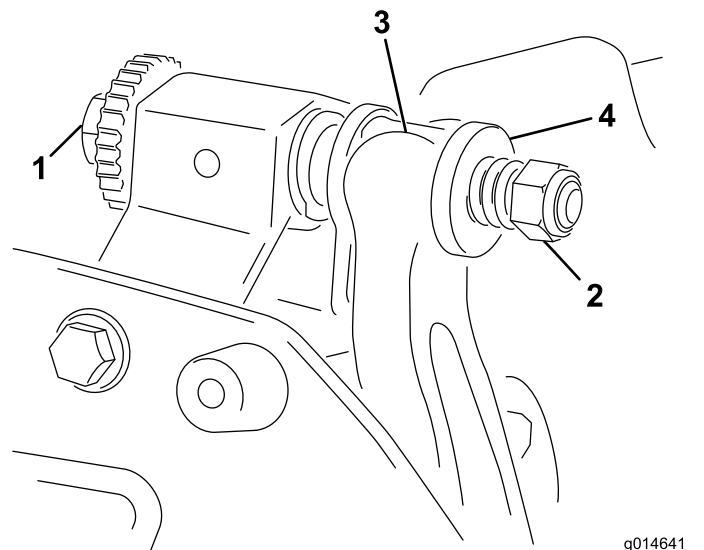

Figure 20
1. Tournez la vis de réglage de la barre d'appui dans le sens antihoraire pour éloigner la contre-lame du cylindre (Figure 20).
2. Faites sortir l'écrou de tension du ressort jusqu'à ce que la rondelle ne soit plus tendue contre la barre d'appui (Figure 20).
- Montez la barre d'appui en positionnant les languettes de montage entre les rondelles et la vis de réglage de la barre d'appui (Figure 20).